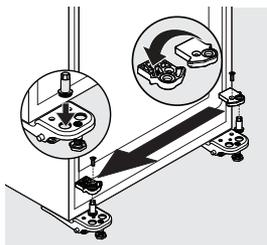

Figura 3
- Con un destornillador de cabeza Torx T20, retire el tornillo del tope de la puerta y retire el tope de la puerta (consulte la Figura 3).
- Usando una llave de cubo de 5/16 pulg., desatornille la clavija de la bisagra inferior (vea la Figura 3).
- Vuelva a instalar el pasador de la bisagra inferior en el orificio del lado izquierdo en la bisagra del lado izquierdo (consulte la Figura 3).
- Invierta el tope de la puerta. Vuelva a instalar el tope de la puerta en la parte superior de la bisagra inferior con el tornillo (consulte la Figura 3).